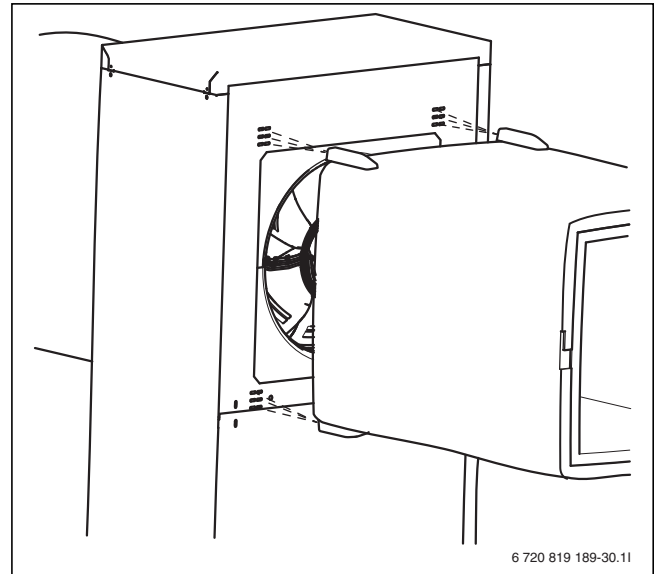

Bild 25 Luftkanal an der Luftöffnung positionieren
**i** Die Höhe des Luftkanals kann durch Auswahl der entsprechenden Bohrungen für die Spannfeder in der Wärmepumpe um 4 Zentimeter verändert werden (→ Abb. 25).